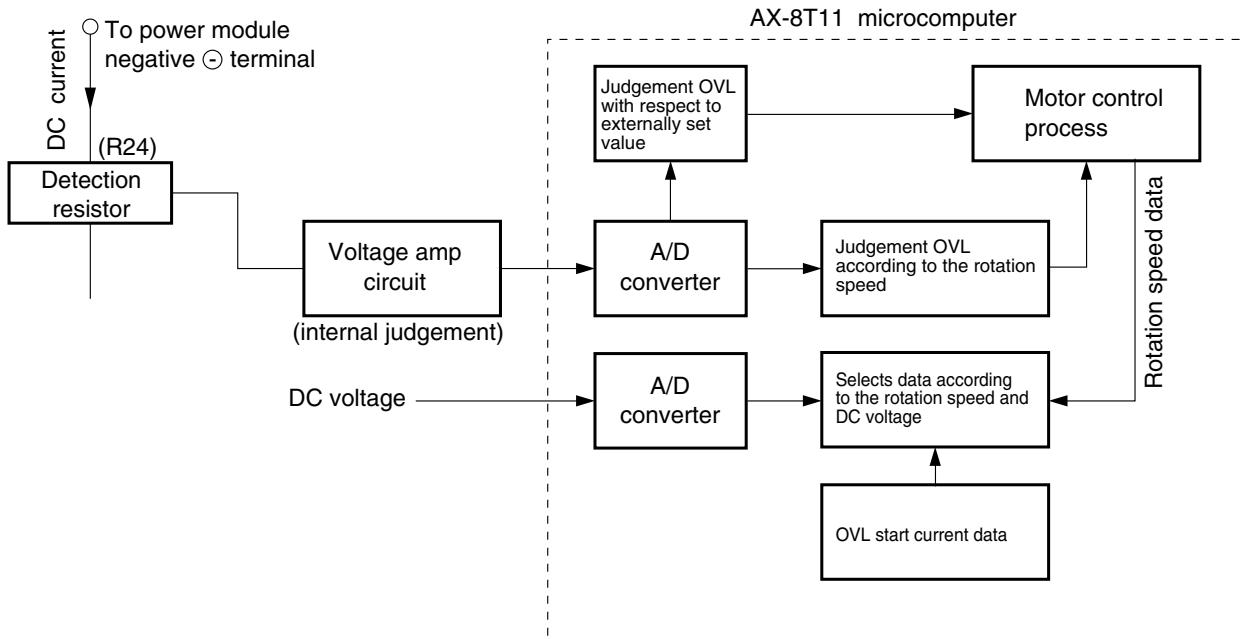
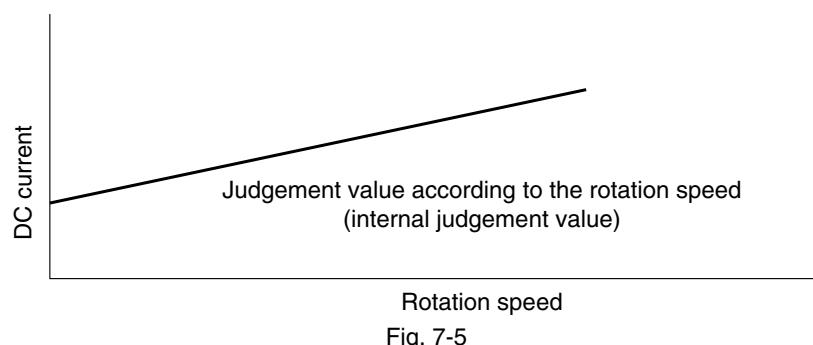

Fig. 7-4 Overload Control System Configuration
Fig. 7-5
- Comme le montre le diagramme, si un courant dépassant 24 A passe, la tension au point A reconnue par la résistance de détection est entrée à la broche ⑨ de SPM2 – HIC, et la tension divisée par R41 et R43 est entrée à la broche ⑧ de IC1. Comme le seuil de IC1 est dépassé dans ce cas, le signal Lo est entré à la broche B (tension au point ⑧). Quand le signal Lo est entré à la broche ⑯ du microprocesseur, le microprocesseur arrête la sortie de commandes.
(2) Overload control circuit (OVL control circuit)
- Fig. 7-4 shows the overload control system configuration and Fig. 7-5 is a characteristic diagram of overload judgement values. There are two judgement methods-external judgement which compares the externally set value with the DC current values regardless of the rotation speed and internal judgement which compares the set value that varies according to the rotation speed programmed in the microcomputer software with the DC current value.